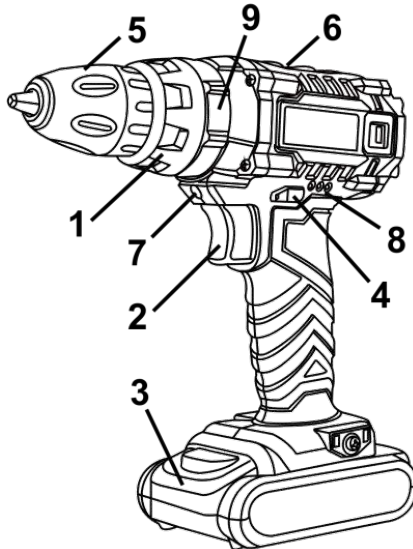

Рисунок 1
4.1.4 Встановіть необхідний крутний момент за допомогою кільця регулятора моменту затягування (1) (див. рисунок 1).
4.4 Для ввімкнення виробу натисніть на клавішу вимикача (2) (рисунок 1). Для відключення виробу слід клавішу відпустити. Регулювання швидкості обертання патрону здійснюється ступенем натискання на клавішу вимикача.